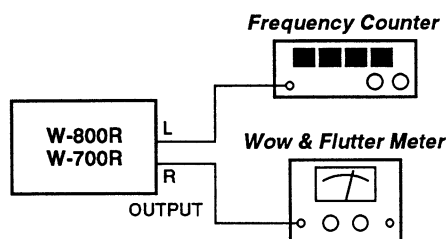

Fig. 3-1
1. Connect a wow-and-flutter meter to the deck as shown in Fig. 3-1.
1. Fig. 3-1 のようにワウ・フラッターメーターを接続する。
1. Connect a frequency counter to the deck as shown in Fig. 3-1.
1. Fig. 3-1 のように周波数カウンターを接続する。